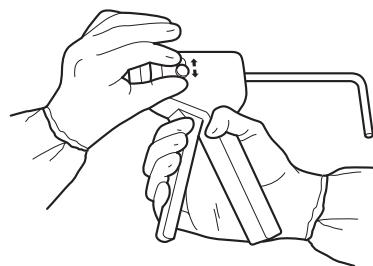

Figura 2
- Empurre o seletor de velocidade para trás e, em seguida, para cima ou para baixo para selecionar a velocidade desejada (Figura 2). Consulte Definições para Administração de Cimento.